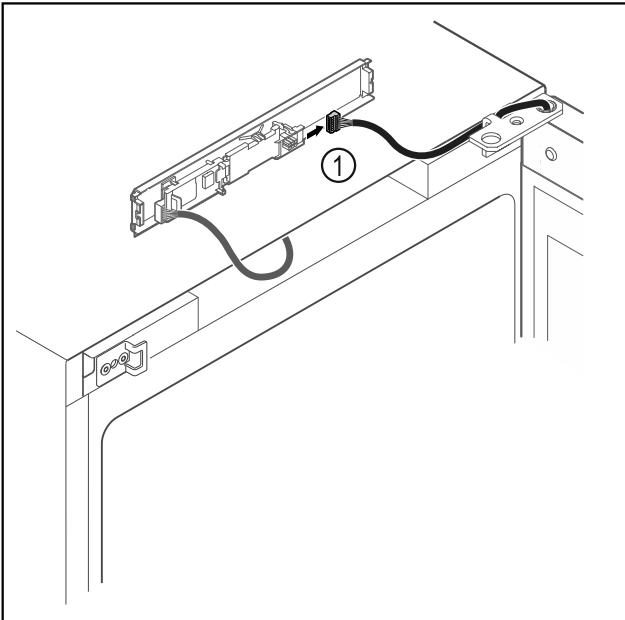

Fig. 16
- Húzza ki a dugót Fig. 16 (1) a NYÁK-ból.